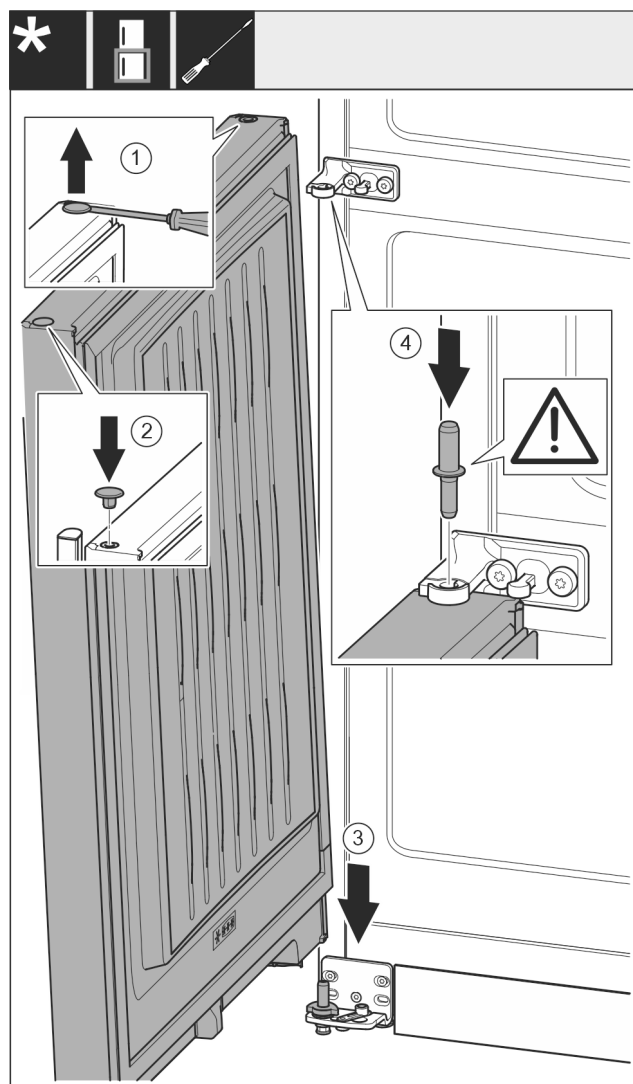

Fig. 20
- Podważyć ostrożnie zatyczkę Fig. 20 (1) przy pomocy śrubokręta i wyjąć.
- Założyć zatyczkę Fig. 20 (2) ponownie z drugiej strony drzwi.
- Założyć drzwi Fig. 20 (3) od góry na dolny trzpień zawiasu.
- Przełożyć środkowy trzpień zawiasu Fig. 20 (4) przez środkową płytkę zawiasu, wkładając go w dolne drzwi. Zwrócić przy tym uwagę, by krzywka zatrzaskowa wskazywała do tyłu.